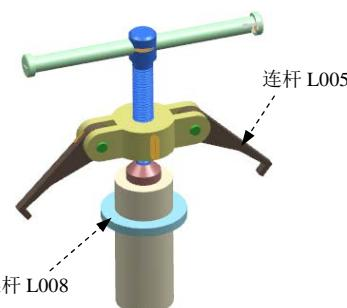

图 10.6.15 定义 3D 接触 2
(1) 定义接触连杆。单击“3D 接触”对话框中的**操作**区域下**\*选择体①**按钮，然后选取图 10.6.15 所示的连杆 L005；单击“3D 接触”对话框中的**基本**区域下**\*选择体②**按钮，然后选取图 10.6.15 所示的连杆 L008。